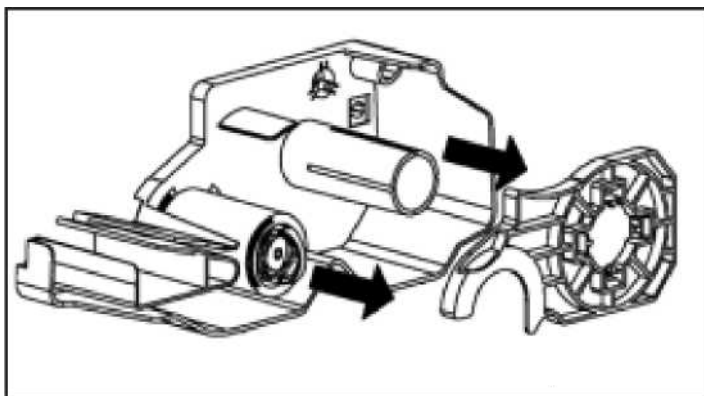

Рисунок 1.16 – Снятие фиксатора и приемной катушки
4. Снимите с картриджа фиксатор и приемную катушку (см. рисунок 1.16).